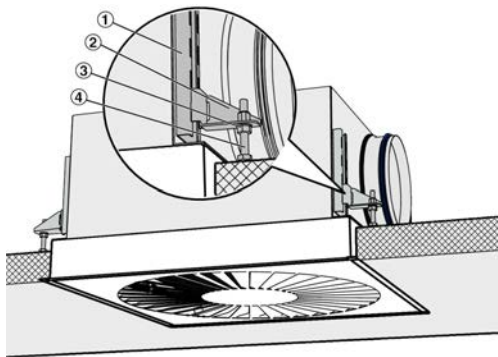

Abb. 3: Befestigung auf tragender Zwischendecke
1. ▶ Die als Zubehör mitgelieferten Auflagewinkel (Abb. 3/2) in die C-Schienen (Abb. 3/1) einstecken und die Höhe an die örtlichen Gegebenheiten anpassen.
3. ▶ Abschließend Feineinstellung über Stellschrauben (Abb. 3/4) durchführen und mit Kontermuttern festziehen (Abb. 3/3).